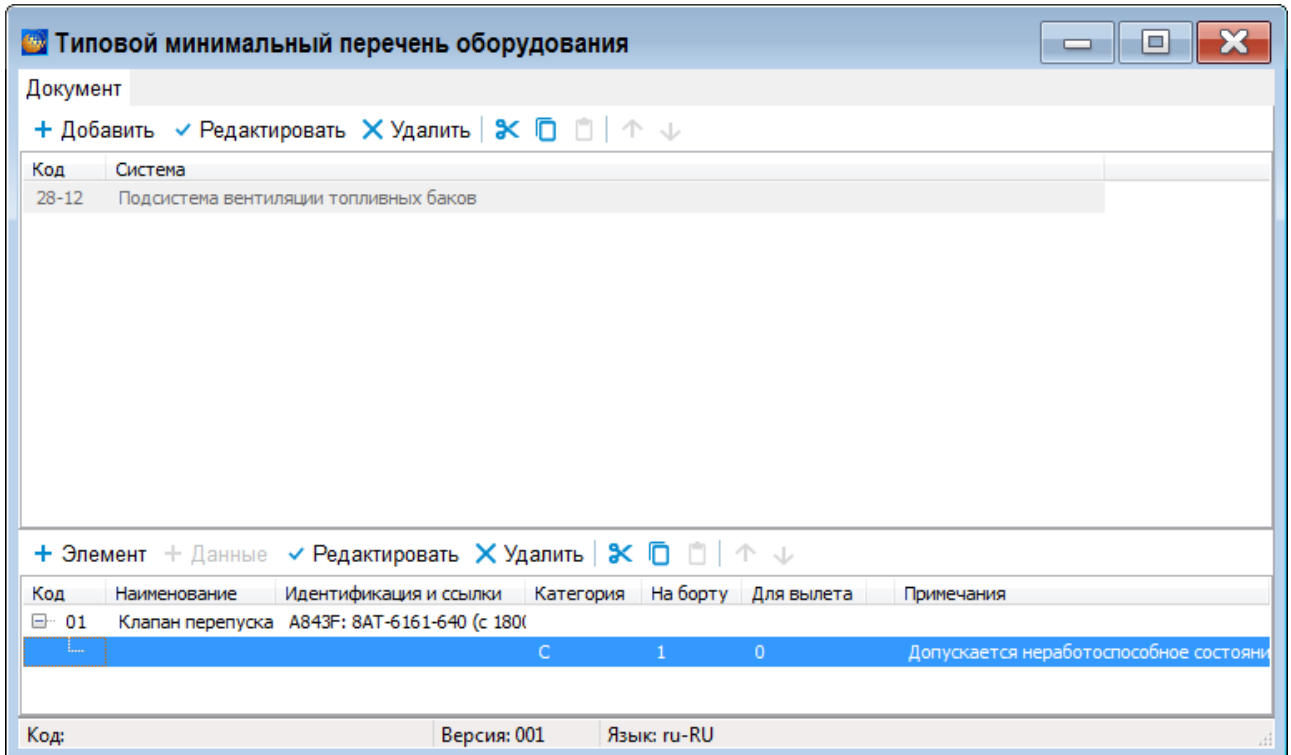

Рисунок 536
4) Нажмите на кнопку **Применить**. Произойдет возврат в окно редактора, где отобразятся введенные данные об элементе (рисунок 536).